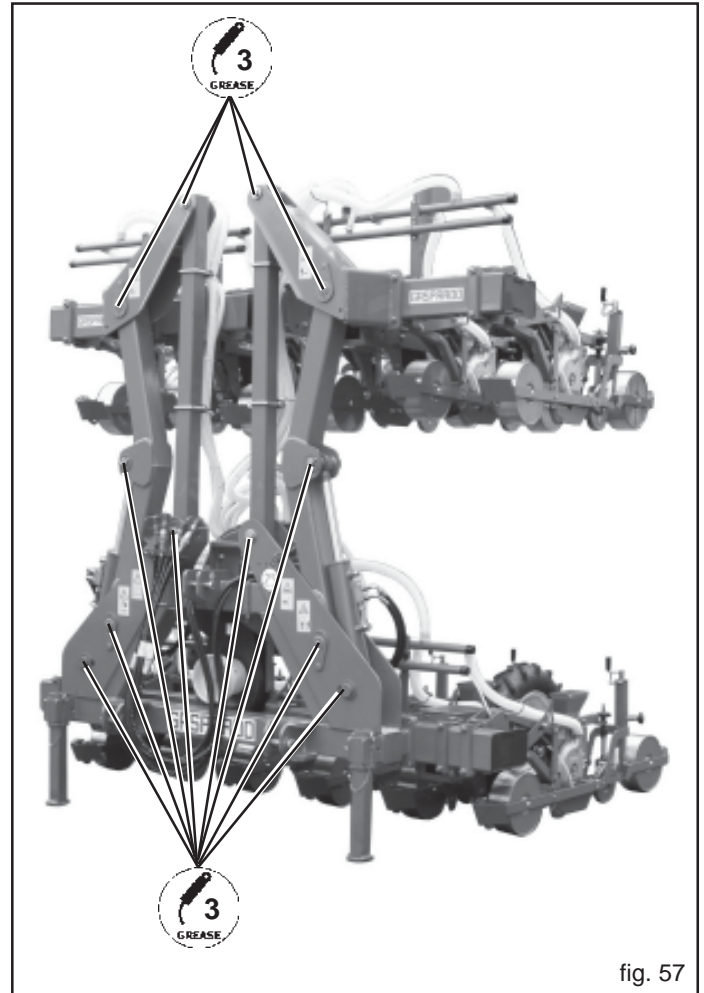

fig. 57
- Ingrassare le articolazioni del telaio (3, Fig. 57).